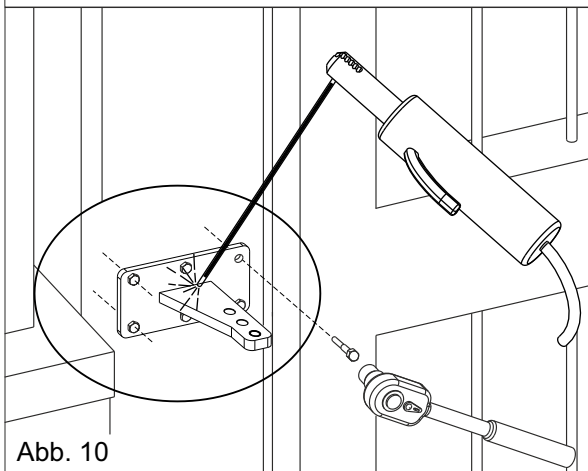

Abb. 10
- Den Bügel so am Tor befestigen, dass sich der Antrieb in einer perfekt waagrichten Position befindet, dann festschrauben oder festschweißen (Abb. 10).